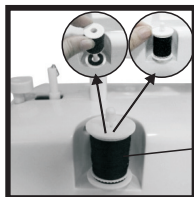

Figura 05
**01** - Coloque um carretel de linha no porta-carretel; **(Figura 05)**